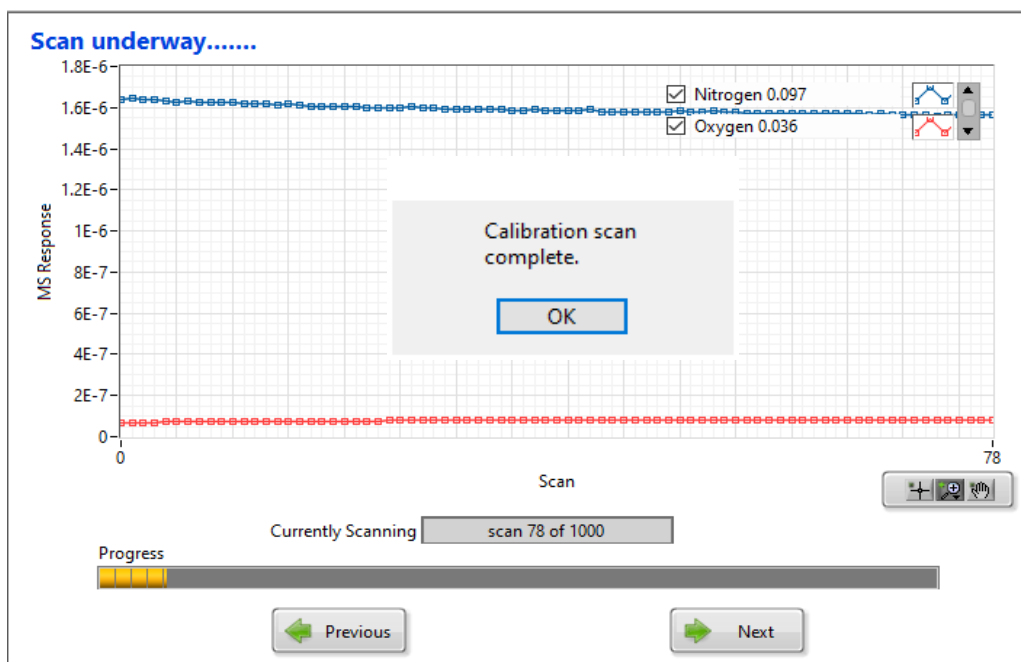

Fig. 25. Calibración en proceso de la mezcla monóxido de carbono balance N_2 .
5. En la Fig. 25 se observa una calibración en curso; en este gráfico se muestra una traza para cada gas seleccionado durante la calibración. Al detener la calibración aparece un mensaje con la leyenda **Calibration scans complete**. Será necesario cerrar este cuadro de diálogo dando clic en **OK**.
5. Dar clic en **Start Scan** para empezar el escaneo de la calibración. Aparecerá una ventana parecida a la mostrada en la Fig. 25.